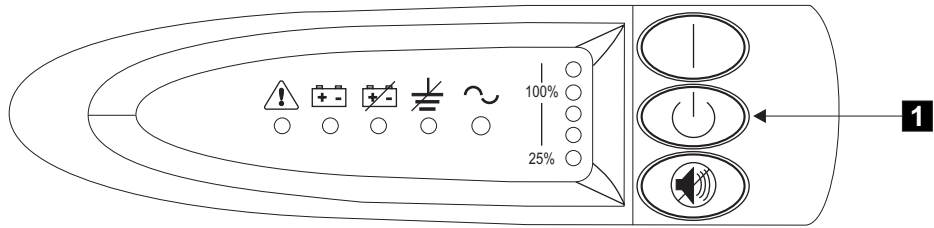

図 204. 2145 無停電電源装置のフロント・パネル・アセンブリー
1. 2145 UPS の前面のオフ・ボタン **1** を、約 5 秒間または長いビープ音が停止するまで押し続けます。図 204 を参照してください。